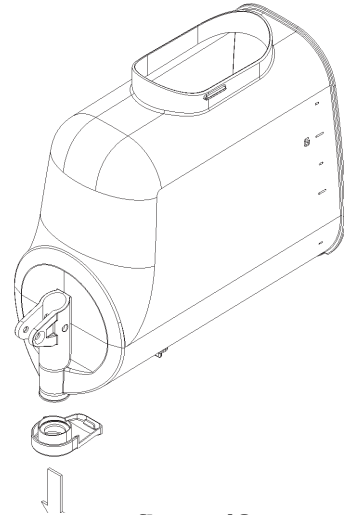

figura 12
- sacar del recipiente el restrictor de flujo (ver figura 12);
7 Sacar del recipiente el restrictor de flujo (ver figura 12).
- 5 Sacar del recipiente el restrictor de flujo (ver figura 12).